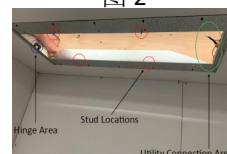

图 3
- 将安装法兰安装到天花板上，并使用2 1/2"的平头木结构螺钉（未提供）将其固定到托梁上。确保安装法兰的铰链部分与设施和该装置的连接侧保持相对（见图3）。